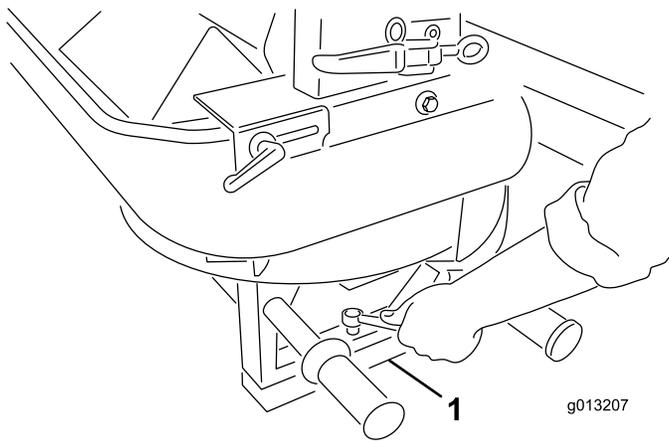

图6
5. 取下双甩盘腿上的四个螺丝。在伙伴的帮助下，提起双甩盘，并取下包装钉和包装泡沫（图6）。